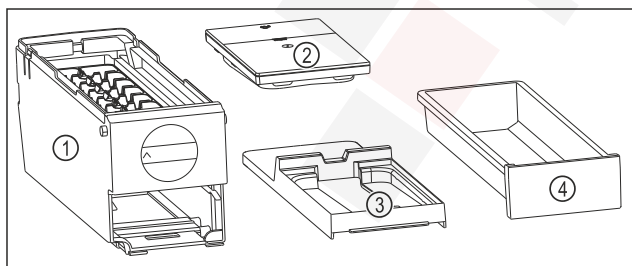

Fig. 143 Az EasyTwist-Ice alkotórészei
- Az EasyTwist-Ice egység négy darabra van szétszedve. (lásd Fig. 143)
- Az EasyTwist-Ice egységet csak az ábrázolt alkotóelemekre szedje szét. (lásd Fig. 143)
- Az EasyTwist-Ice testét Fig. 143 (1) egy egységként tisztítsa.